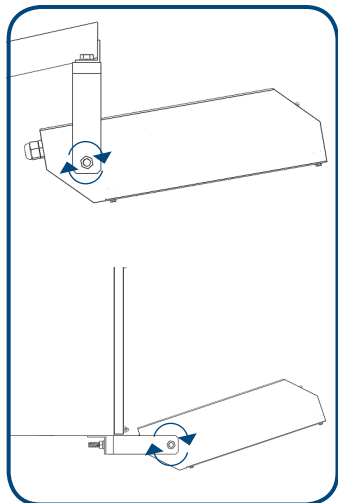

Figura 46. Inclinar y ajustar la lámpara hacia el área a iluminar.
11.2 Inclinar la lámpara, tomando en cuenta el área que se quiera iluminar, posteriormente apretar las tuercas de la oreja hasta que la lámpara quede fija (Ver Figura 46).